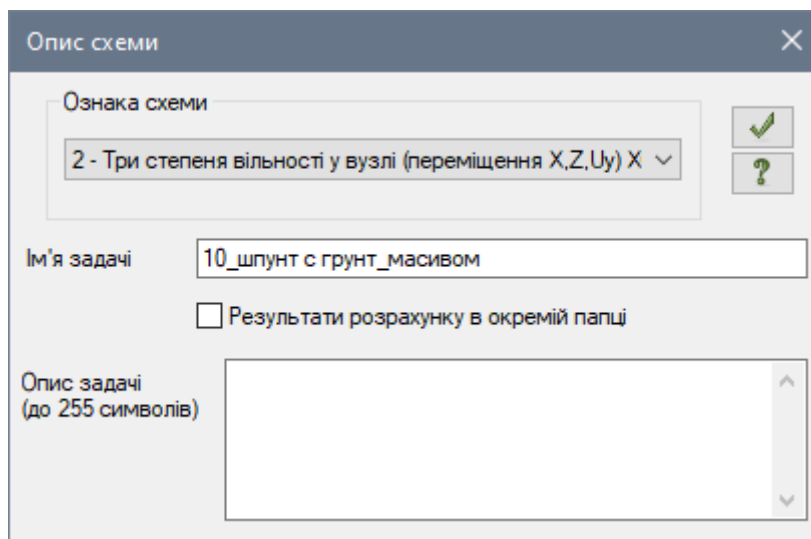

Рис. 10.2. Діалогове вікно **Опис схеми**
- У діалоговому вікні **Опис схеми** (рис. 10.2) задайте наступні параметри: